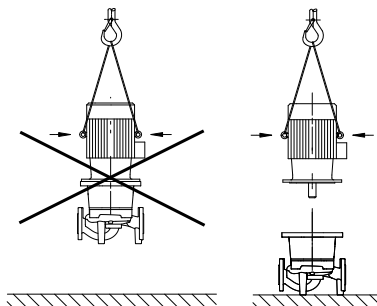

fig.15: Trasporto del motore
- **Utilizzare gli occhioni di sollevamento del motore solo per sostenere il carico del motore stesso, non quello dell'intera pompa (fig. 15).**